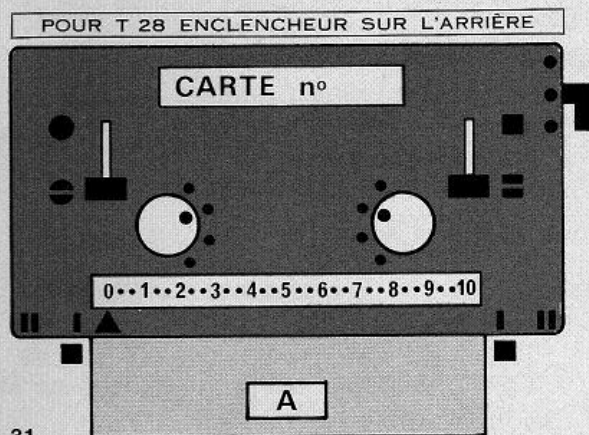

Fig. 31
T.24-T.25 : Régler comme fig. 31.
- **T.24-T.25** : Régler comme fig. 31 page 11.